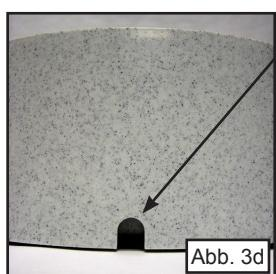

Abb. 3d
- 2) Ziehen Sie den Stecker durch die Öffnung neben dem Motor. Unter der Wölbung können Sie das Kabel in „Kabelführungen“ einlegen. Ziehen Sie das Kabel dann an der Rückseite des Trinkbrunnens zum Kabelausschnitt (Abb. 3d). Verwenden Sie diesen Durchlass, um das Kabel am Austritt zu hindern.